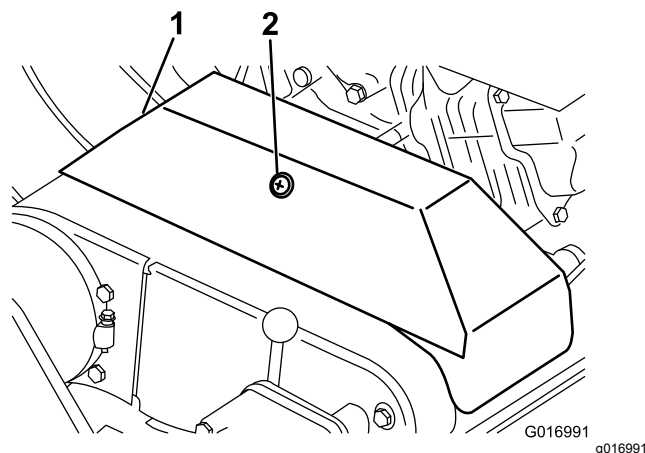

図 39
3. V ベルトカバーを固定しているリテーナをゆるめて、カバーを開ける 図 39。